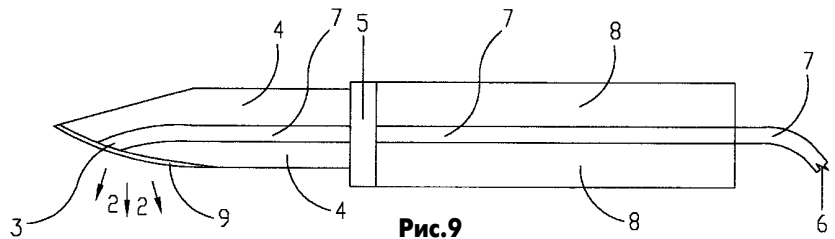

Рис.9
**Скальпель с лазерным диодом** описан в патенте США 6383179 (2002 г.). В рукоятку 8 и лезвие 4 ножа (рис.9) введено оптическое волокно 7, край 6 которого ведет к источнику оптического излучения (лазерному диоду). С помощью коннектора 5 можно подсоединять лезвия любой формы и назначения. Лазерное излучение мощностью от 1 до 10 Вт в виде импульсов с частотой от 10 до 1000 Гц на волне 980 нм позволяет рассекать ткани, не прикасаясь к ним лезвием.